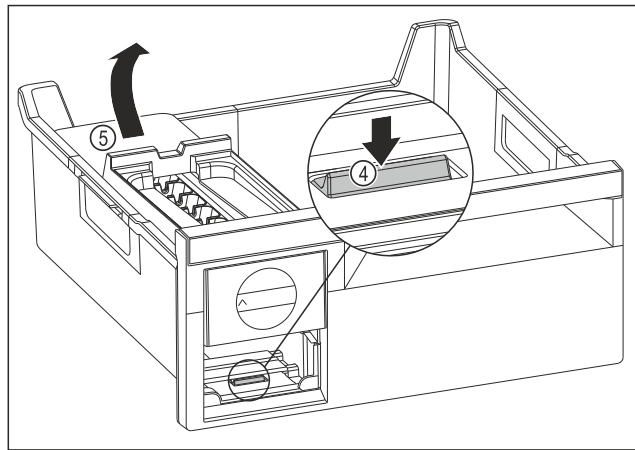

Fig. 76
- ▶ EasyTwist-Ice-corpus wegnemen: Strip Fig. 76 (4) met uw vinger omlaag drukken en gelijktijdig met de andere hand de EasyTwist-Ice-corpus Fig. 76 (5) van achteren optillen.